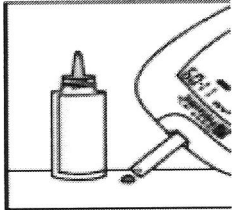

Figura 1
3. Apriete el frasco nuevamente para obtener una segunda gota sobre una superficie limpia y no absorbente. (Ver Figura 1).